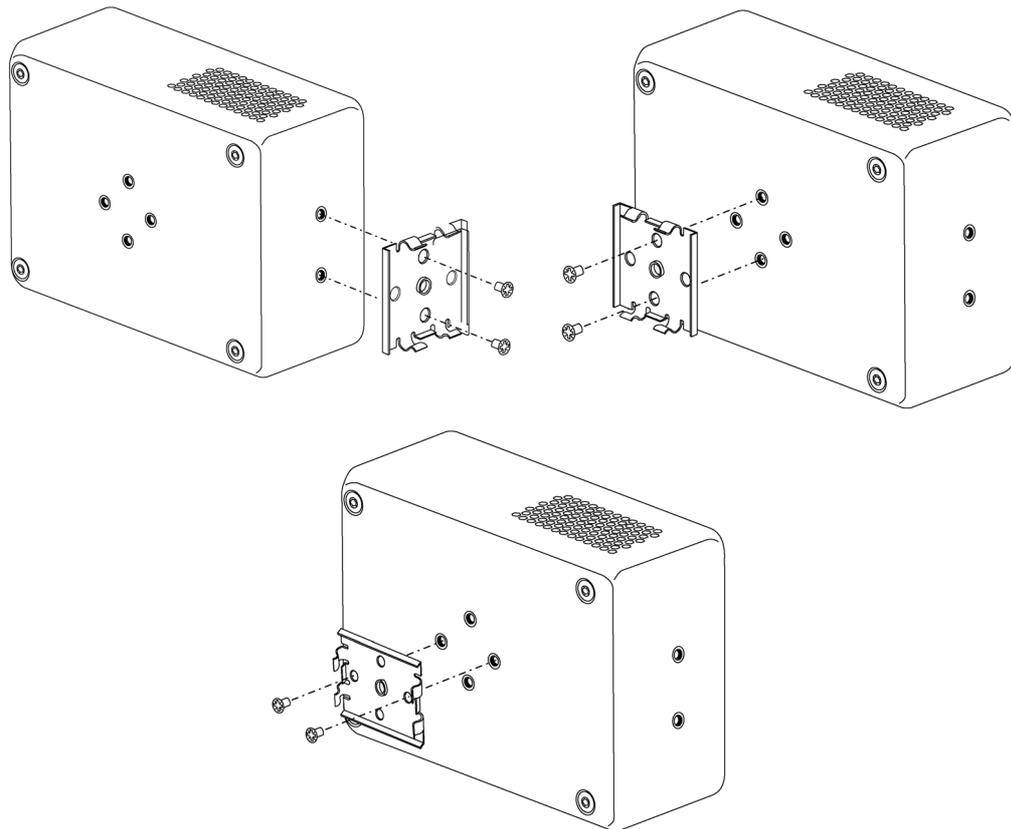

Abb. 28: Adapterplatte montieren (3 Möglichkeiten)
- Schrauben entsprechend der Vorgaben montieren (siehe Abb. 28).
- Die Adapterplatte mittels der 2 Schrauben an der Steuereinheit montieren (siehe Abb. 28).